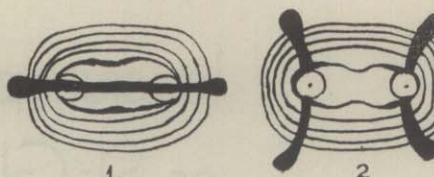

Fig. 9
- b) si en cambio, los anillos aparecen de forma elíptica y la cruz al hacer girar se resuelve en dos curvas de hipérbola que se llaman lemniscatas, entonces el mineral será biáxico (cristales del sistema rómbico y triclinico) (fig. 9).